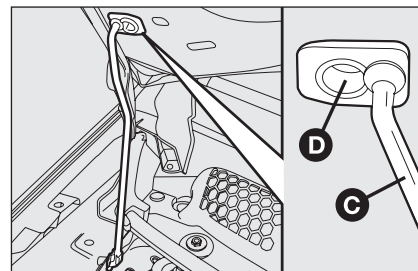

fig. 98
- ☐ sollevare il cofano e contemporaneamente liberare l'asta di sostegno **C-fig. 98** dal proprio dispositivo di bloccaggio, quindi inserirne l'estremità nella sede **D** del cofano.
- ☐ tenere sollevato il cofano con una mano e con l'altra togliere l'asta **C-fig. 98** dalla sede **D** e reinserirla nel proprio dispositivo di bloccaggio;